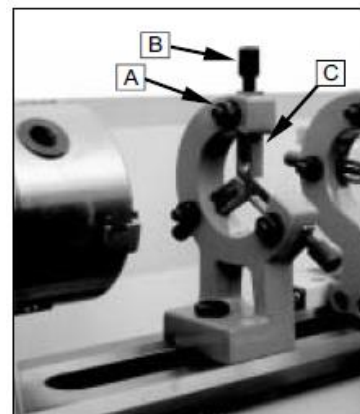

Рис. 30
Неподвижный люнет используется в качестве опоры для валов на свободном конце задней бабки. Задняя бабка не может использоваться для ручных обработок, так как она препятствует работе токарного инструмента или сверла и, соответственно, должна быть демонтирована со станка. неподвижный люнет, действующий в качестве опоры, обеспечивает отсутствие вибрации во время работы. неподвижный люнет установлен на направляющих станины и закреплен снизу с помощью стопорной плиты. Скользящие пальцы требуют непрерывной смазки в контактных точках, чтобы избежать преждевременного износа (Рис. 30).
2. Открутите винт с накаткой (В, Рис. 30) и откройте скользящие пальцы (С, Рис. 30), чтобы можно было перемещать неподвижный люнет вместе с пальцем вокруг заготовки. Зафиксируйте положение люнета.
3. Затяните винты с накаткой, чтобы пальцы удерживали заготовку. Не затягивайте слишком сильно. Далее закрутите три гайки (А, Рис. 30). Смажьте контактные точки машинным маслом.